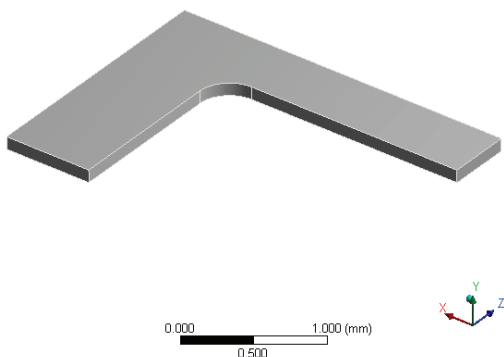

图 25-26 导入的模型
1) 双击主界面项目管理区项目 A 中的 A3 栏 Model 项，进入 Mechanical 界面，在该界面下即可进行网格的划分、分析设置、结果查看等操作。导入的模型如图 25-26 所示。